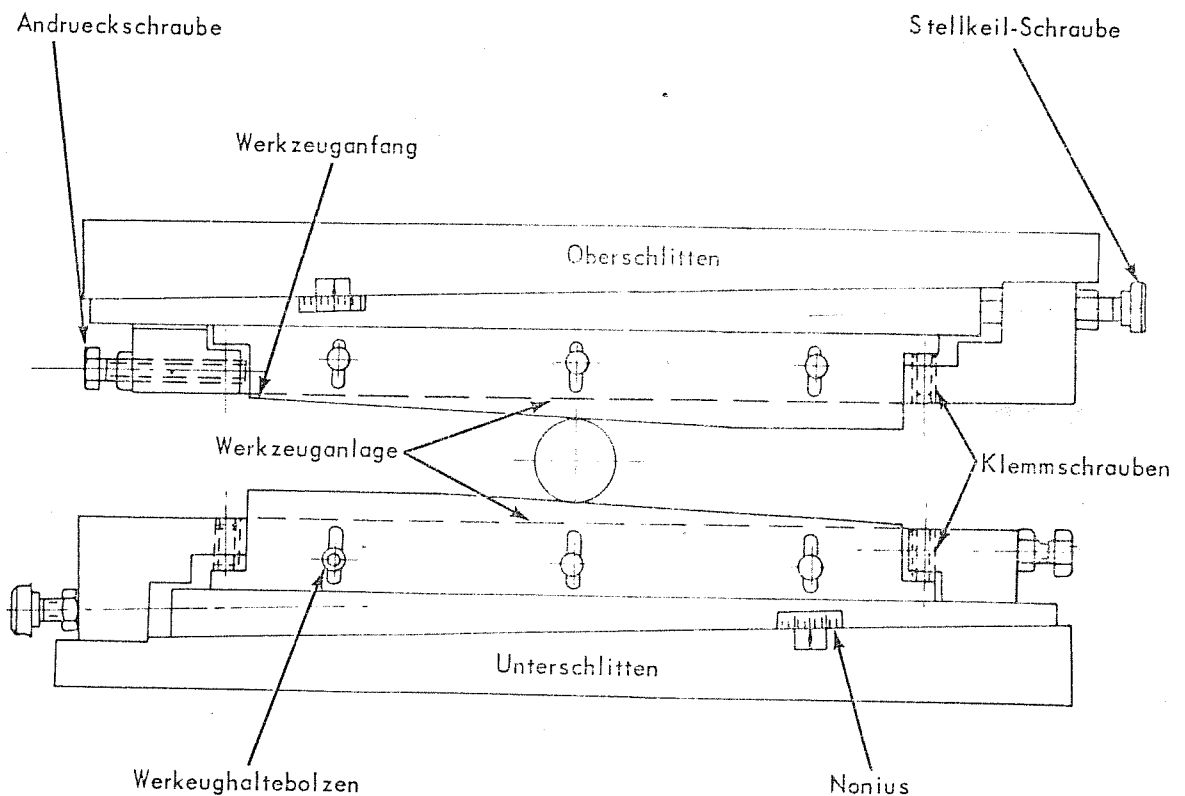

Abbildung 8
6. Die Walzstangenhoehe ist an beiden Enden zu messen, wobei das niedrigere Ende die Anfangseite ist. Das untere Werkzeug ist mit dem Anfangende nach rechts, und das obere Werkzeug mit dem Anfangende nach links aufzusetzen. (siehe Abbildung 8). Die beiden Walzstangen muessen auf jeden Fall aus einem Satz stammen, das heisst sie muessen eine gemeinsame Satznummer haben, zum Beispiel RF-123.